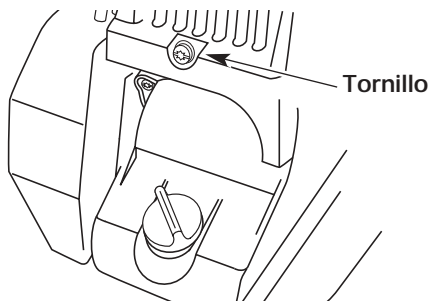

Figure 52
3. Saque el tornillo que está detrás de la cubierta del motor (Fig. 52).